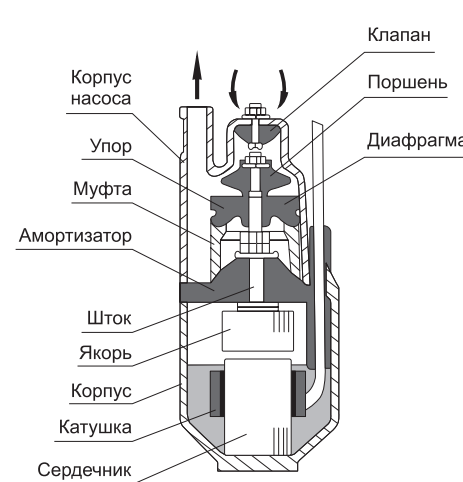

Рис. 1. Модели НВ-1, НВ-2
6. УСТРОЙСТВО НАСОСА И ПРИНЦИП РАБОТЫ (рис. 1, 2)